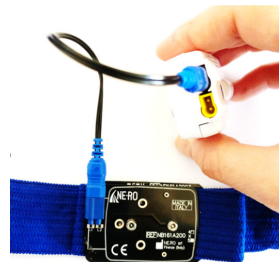

Abbildung 24: RIP Gürtel Thorax Connector Interface des Thorax-RIP-Gurts + Kabel für thorakalen DIB-Eingang + DIB
4. Verbinden Sie dann die andere Seite des Kabels Art.-Nr. 00020279 an den blauen Eingang des DIB-Moduls Art. Nr. 00020222, Abbildung 24.